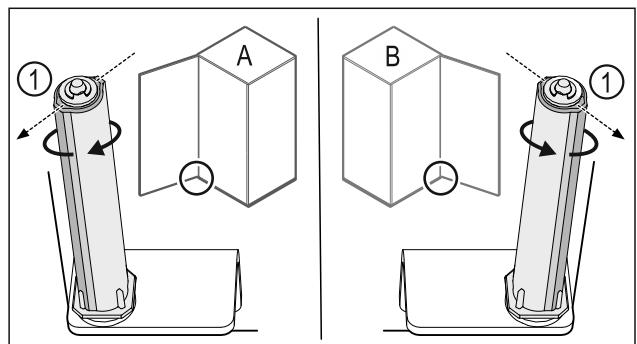

Fig. 48 Linksschlag (A) / Rechtschlag (B)
- Schließsystem gegen den Widerstand drehen, bis der Steg des Schließsystems Fig. 48 (1) nach außen zeigt.